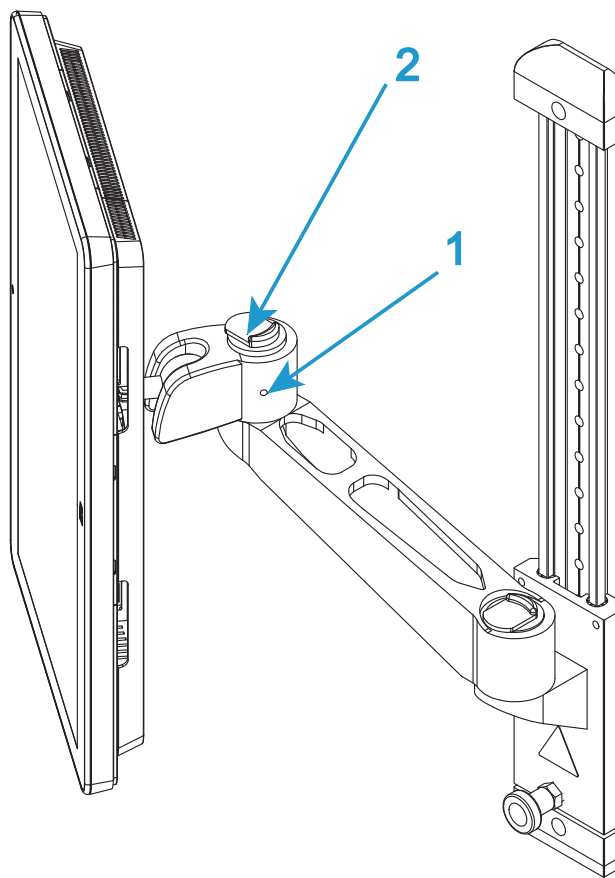
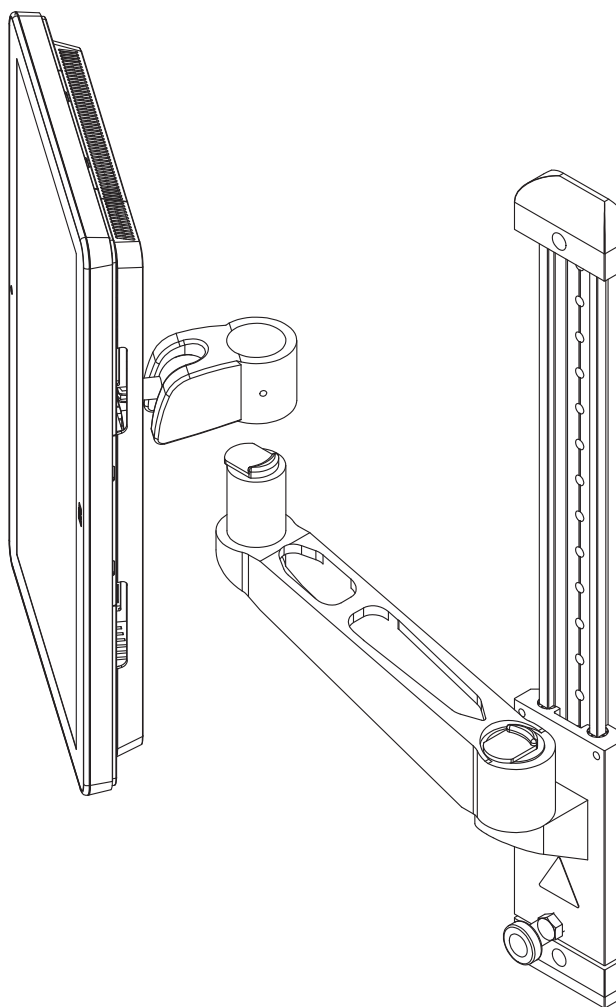

图 10. 安装臂
图 11. 提起以取下
3. 必要时，松开安装臂上“肘部”侧的固定螺钉（第 45 页图 10 中的 1）。
4. 操作“肘部”顶部的松开机构（第 45 页图 10 中的 2），提起 Bluehill® 操作员控制面板 使其离开安装臂（第 46 页图 11）。